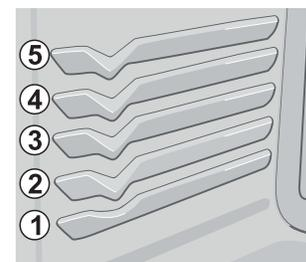

Figure 31 : Positions des grilles
5. Au bout de 2 minutes, placez les aliments dans le four aux positions de grille (**Tableau 4**) et (**Figure 31**) recommandées. Assurez-vous de placer les plats contenant de la viande directement sous l'élément de gril et de fermer la porte du four lors de la cuisson au gril.